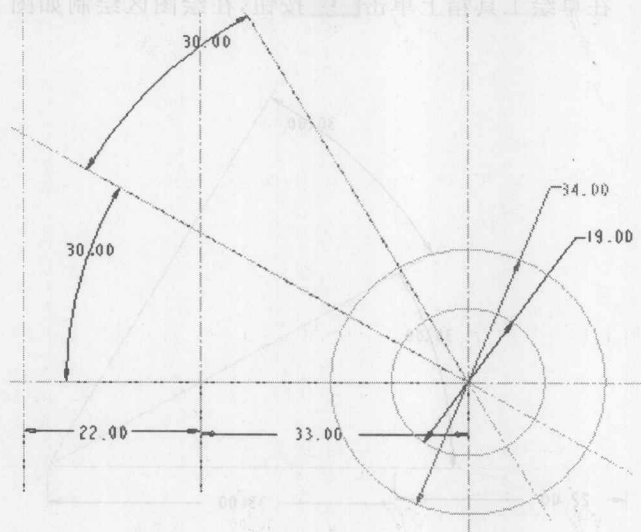

图 2-13
②在草绘工具箱上单击  按钮, 绘制如图 2-13 所示的同心圆, 并标注相应的尺寸值。